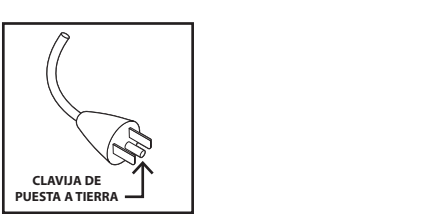

FIGURA 1
*(Las instrucciones de puesta a tierra solo se aplican si el aparato tiene una clavija de puesta a tierra, como se muestra en la Figura 1.)* Este aparato debe ponerse a tierra. En caso de un cortocircuito eléctrico, la puesta a tierra reduce el riesgo de descarga eléctrica al proporcionar un cable de escape para la corriente eléctrica. Este aparato cuenta con un cable que tiene un cable a tierra con un enchufe de puesta a tierra apropiado. El enchufe debe enchufarse en un tomacorriente correctamente instalado y puesto a tierra de conformidad con todos los códigos y ordenanzas locales.